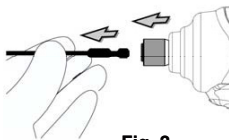

Fig. 2
2. Per rimuovere la punta, tirare il fermo nella direzione della freccia e tirare fuori la punta in modo deciso. (fig. 2).